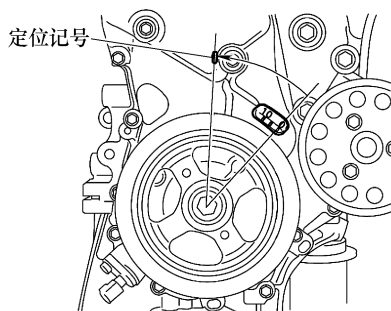

图 1-228 调整气门间隙
③ 转动曲轴 1 周(360°), 将曲轴上的正时缺口对准机油泵上的正时标记“0”, 见图 1-228。
④ 检查图中 1-227 所示的气门。
8) 调整气门间隙(见图 1-228)。